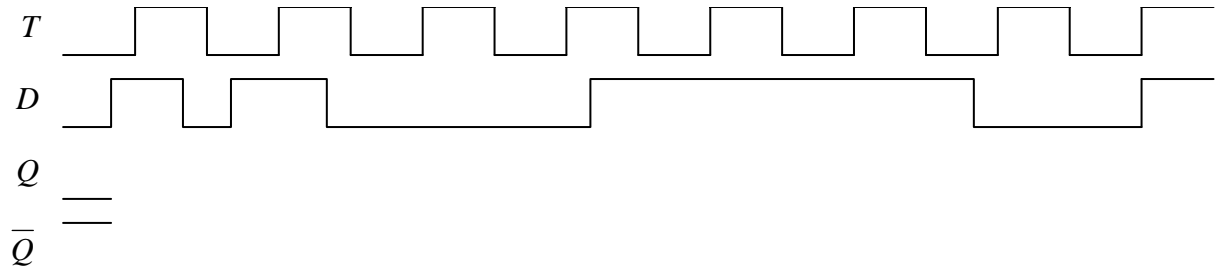

Abbildung 4.2: Timingdiagramm eines rückflankengetriggerten D-Flip-Flops
- c) An den Eingängen eines rückflankengetriggerten D-Flip-Flops liegen nun ein Takt  $T$  sowie das Datensignal  $D$  gemäß Abbildung 4.2 an. Vervollständigen Sie das Timingdiagramm in Abbildung 4.2, indem Sie die resultierenden Signale  $Q$  und  $\bar{Q}$  einzeichnen!